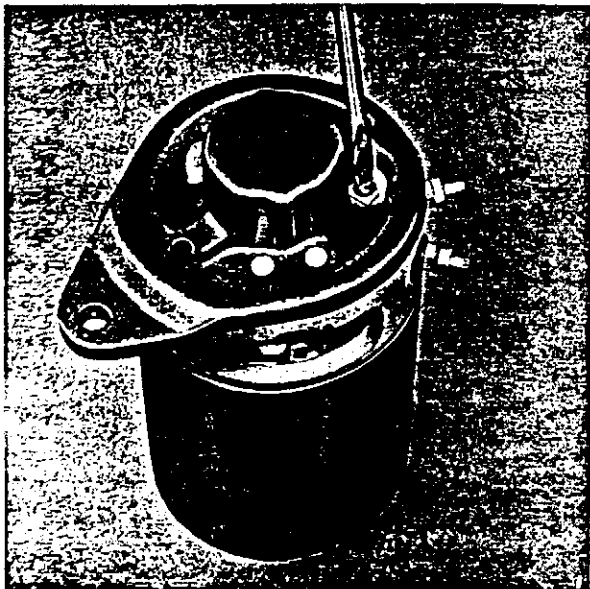

Abb. 6 Ausbau der Verbindungsschiene
3. Schrauben, die Lichtmaschinengehäuse und Lagerschilde zusammenhalten, entfernen. Dabei erst die Verbindungsschiene lösen, siehe Abb. 6.
8. Verbindungsschiene für den Hauptstrom an der positiven Kohlebürste anschließen, siehe Abb. 6.